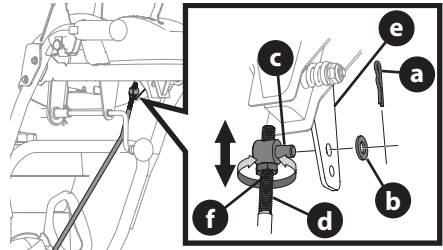

Figure 26
- Retirez la goupille fendue (a) et la rondelle (b) de la bague de réglage (c) de la tige de changement de vitesse (d) et retirez-la du levier de vitesse (e) Voir Figure 26.